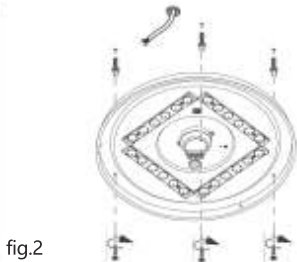

fig.2
- 3. fig. 2:** tenere la staffa contro il muro e contrassegnare i punti di foratura, praticare i fori, inserire il tassello. Utilizzare materiale adatto per pareti in legno o pareti leggere. Inserire il cavo attraverso il foro nella piastra di base, fissare la piastra di base con le viti.